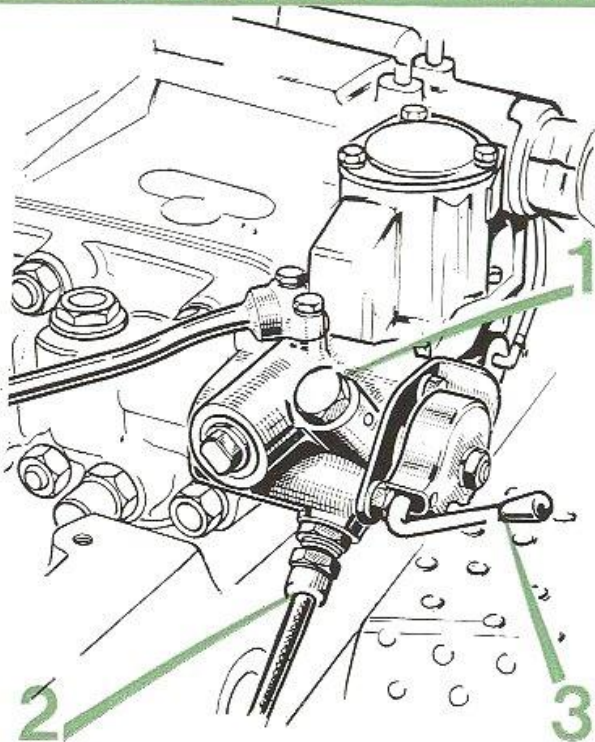

FIG. 66
a) branchement simple effet (fig. 66)